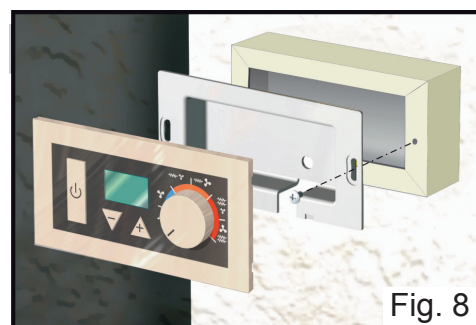

Fig. 8
- Le boîtier de commande est livré d'origine avec un adaptateur mural qui permet le montage sur n'importe quelle paroi (Fig. 8):